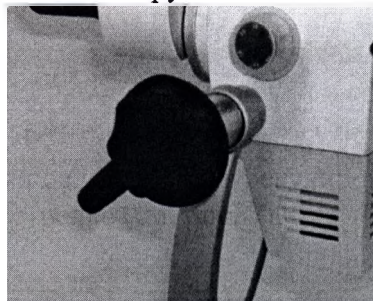

Рис. 8
5.2.6 Для поворота микроскопа относительно наклонного узла ослабьте винт фиксатор положения микроскопа. Для фиксации закрутите по часовой стрелке (см. рис. 8).